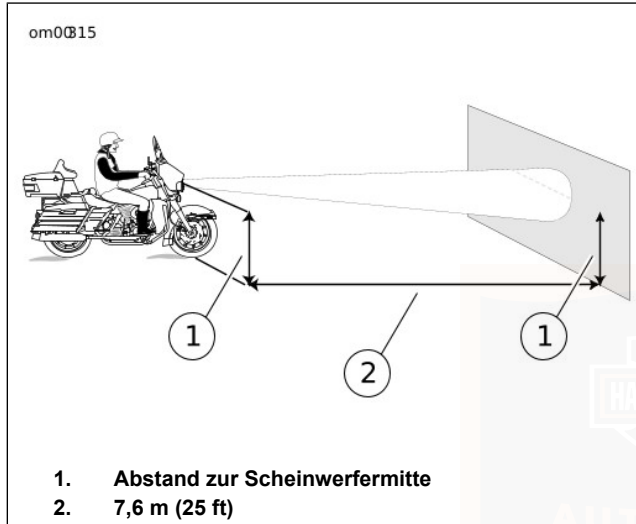

Abbildung 61. Scheinwerferausrichtung prüfen: Touring-Modelle
3. Siehe Abbildung 61. Das Motorrad so aufstellen, dass die Vorderseite auf eine Leinwand oder Mauer zeigt, die 7,6 m (25 ft) von der Vorderreifenkontaktstelle auf dem Boden (d.h. direkt unter der Vorderachse) entfernt ist.